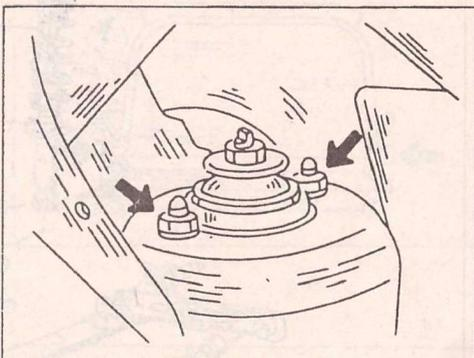

Рис. 216.
- Снять обшивку внутри багажника, обеспечив доступ к верхним креплениям амортизаторов. Снять колпаки с амортизационных стоек и отвернуть гайки, показанные на рис. 216.